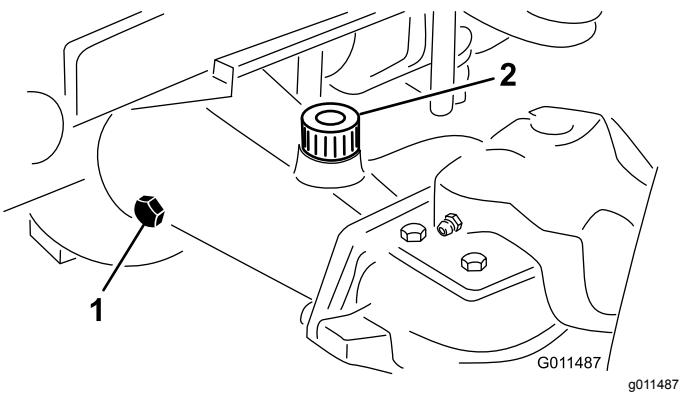

Figure 15
2. Enlevez un bouchon de contrôle à une extrémité du pont et vérifiez que le lubrifiant atteint la base de l'orifice (Figure 15).